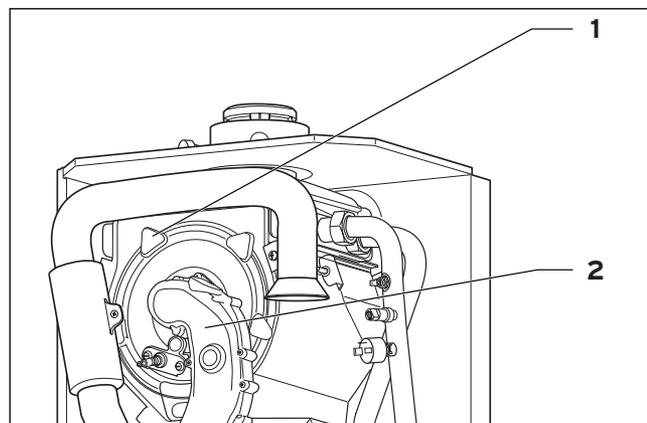

Abb. 8.6 Integral-Kondensations-Wärmetauscher
- Demontieren Sie das Thermo-Kompaktmodul (2, Abb. 8.6), wie unter 7.2.1 beschrieben.